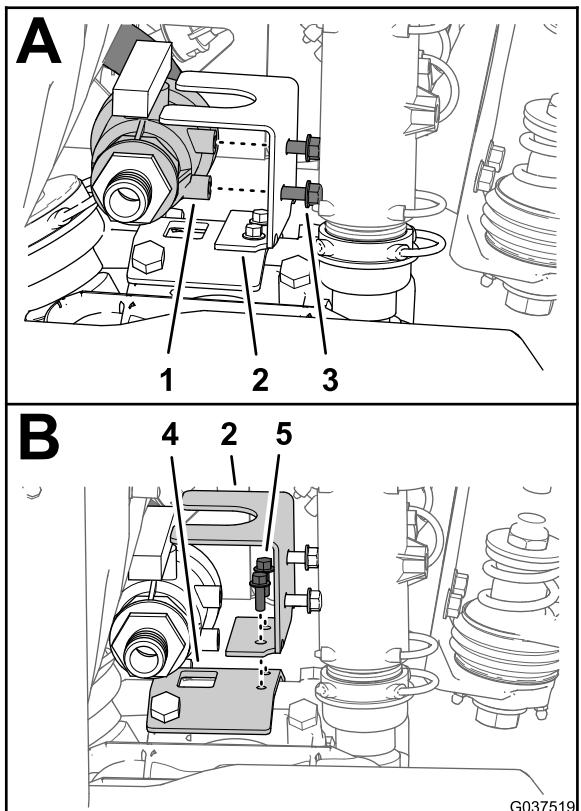

Bild 34
1. Entfernen Sie oben an der Sprühpumpe die zwei Bundkopfschrauben (5/16" x 3/4"), mit denen das Rührwerkdrosselventil an der Drosselventilhalterung befestigt ist (Bild 34).
2. Entfernen Sie die zwei Bundkopfschrauben (1/4" x 3/4"), mit denen die Drosselventilhalterung an der Sprühpumpenhalterung befestigt ist, und nehmen Sie die Halterung von der Maschine ab (Bild 34).